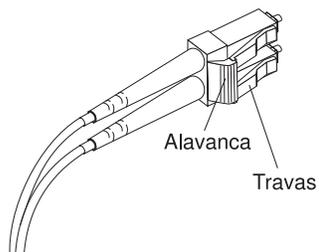

Figura 21. Alavanca e travas do cabo LC-LC Fibre Channel
1. Na extremidade do cabo LC-LC que é conectada ao módulo SFP ou ao adaptador de barramento do host, pressione para baixo e mantenha as alavancas de liberação das travas, conforme mostrado na Figura 21.